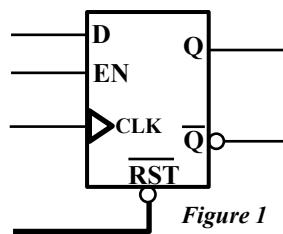

Figure 1
- Saisir le programme VHDL de la bascule D de la figure 1 ci-dessus.